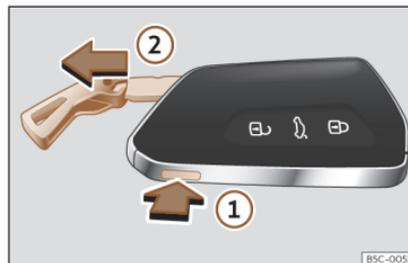

Fig. 72 Chiave del veicolo: estrarre lo spadino della chiave.
- Premendo una volta il pulsante »» fig. 72 ① si sblocca la chiave e compare un occhietto che funge da portachiavi.
- Tenere premuto il pulsante ① e contemporaneamente tirare l'occhietto in direzione della freccia »» fig. 72 ② per estrarre completamente lo spadino della chiave.